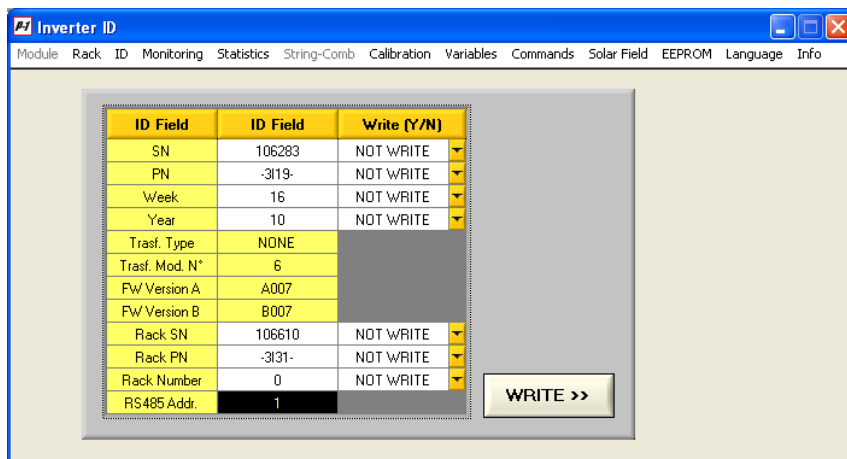

Figura 15-9: Inverter ID - Interfaccia Modulo Singolo
- ➔ Premendo il corrispondente pulsante [ENTER >>] si accede alla gestione del modulo selezionato (Figura 15-9).